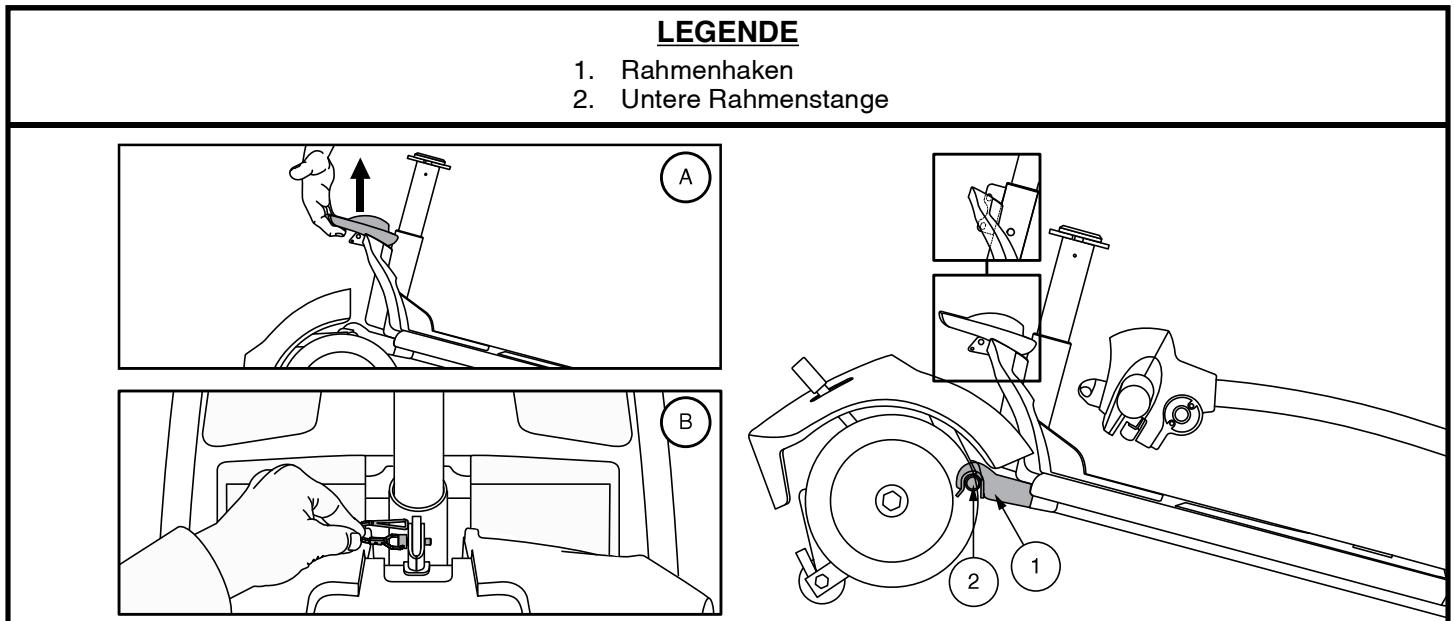

Abb. 33. Rahmenverriegelungshebel (Stil A) und Rahmenverschluss (Stil B)
4. Trennen Sie vorsichtig die beiden Teile. **Siehe Abb. 33.**
HINWEIS: Kippen Sie den hinteren Teil des Elektromobils vor dem Zusammenbau etwas nach hinten auf die Stützräder, wie in Abb. 33 gezeigt.
1. Benutzen Vorderteils den Rahmenverriegelungshebel (oder das Hinterteil an der Sitzstütze anheben für modelle 36, 336, 83 und 84) Sie zum Anheben und richten Sie die Rahmenhaken des Vorderteils an der unteren Rahmenstange des Heckteils aus. **Siehe Abb. 33.**
2. Wenn sich die Ramenhaken über der unteren Rahmenstange befinden, senken Sie das Vorderteil ab und drehen gleichzeitig das Heckteil. Bei den Modellen 39, 40, 44, 40LX, 40X, 44X, 40E, 44E, 44LX, 50LX, 50LXLIT, 54LX, 54LXLIT, 53, 53HD, 54, 54HD, 73, 74 und Jazzy ZTS greift dadurch automatisch die Rahmenverriegelung. Bei den Modellen 36, 336, 336, 83 und 84 müssen Sie zum Abschluss der Rahmenmontage außerdem den Rahmenverschlussstift wieder anbringen. **Siehe Abb. 33.**